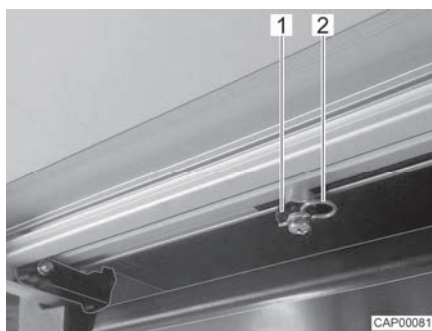

Bild 8 Drivning (fotsteg)
- Dra ut båda låsklipsen (Bild 8,2) på fotstegets undersida på drivningen (Bild 8,1).